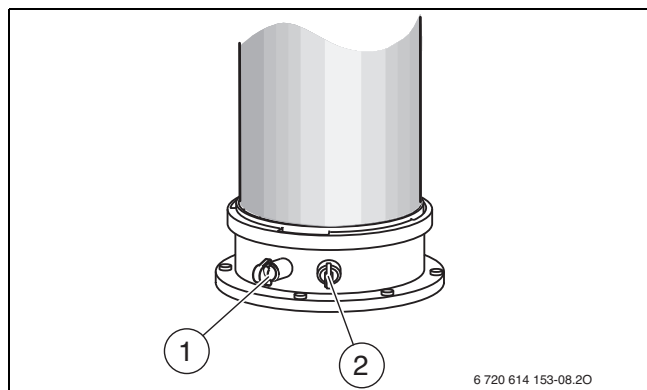

Рис. 16 Штуцер для измерения дымовых газов и штуцер для измерения воздуха для горения
- ▶ Снимите заглушку с измерительного штуцера дымовых газов [1] (→ рис. 16).